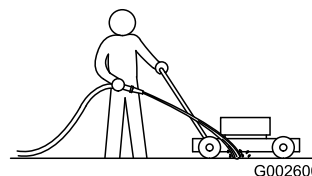

Figura 48
- Con el motor en marcha sobre una superficie plana pavimentada, dirija un chorro de agua hacia delante de la rueda trasera **derecha** (Figura 48).